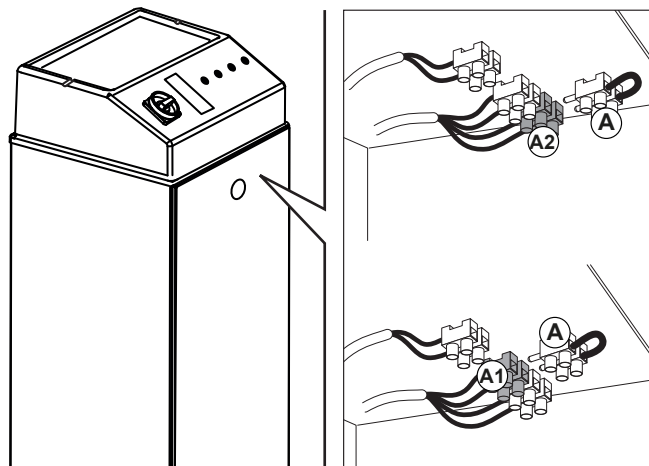

Fig. 38
N.B.: In condizioni di esercizio lo spinotto A deve essere disinserito dai morsetti A1 e A2 (Fig.38).
Note: In operating conditions, the plug A must be removed from the terminals A1 and A2 (Fig.38).
Anmerkung: Während des Betriebs muss der Stecker A aus den Klemmen A1 und A2 herausgezogen werden (Abb.38).
Remarque : en phase de fonctionnement la fiche A ne doit pas être branchée sur les bornes A1 et A2 (Fig.38).
NOTA: En condiciones de funcionamiento la clavija A tiene que estar desconectada de los bornes A1 y A2 (Fig.38).